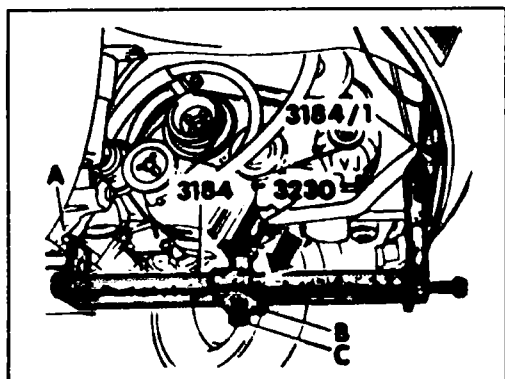

Рис. 5.21 Установка приспособления VW 3184
- ◆ Закрепите приспособление VW 3184 на кронштейн VW 3184/1 и сзади на кронштейны навесных агрегатов (А), вставив при этом рычаг приспособления VW 3230 в ползун (В) (см. рис. 5.21).